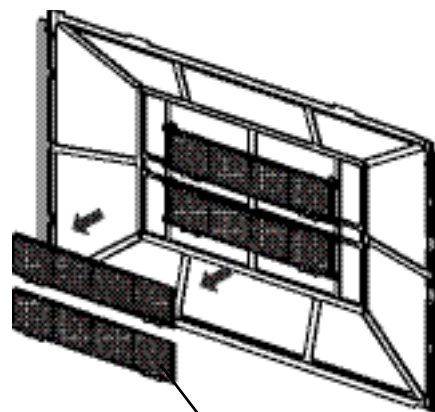

Рис.3
- 3 Отсоединив 4 крепежных рычага, достаньте 2 специальных антиформальдегидных фильтра из корпуса для фильтра (Рис. 3).